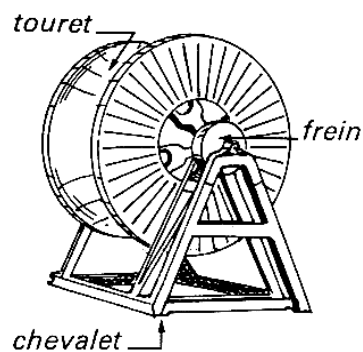

Figure 5.4 – chevalet de déroulage
g) **Chevalet de déroulage** : (voir figure 5.4)